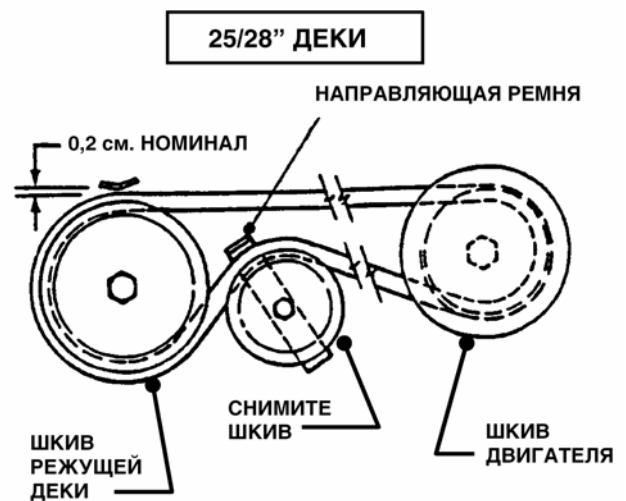

Рис. 4.14
8. Снимите натяжной шкив. См. рис. 4.14 и 4.15.
9. Установите ремень на шкив режущей деки (шкив вала ножа). Убедитесь, что ремень вошел в направляющие шкивов вала и холостого шкива. Установите ремень, как показано на рис. 4.14 или 4.15.
11. Отрегулируйте направляющую ремня. См. рис. 4.14 или 4.15, чтобы правильно отрегулировать зазоры между ремнями и направляющими.